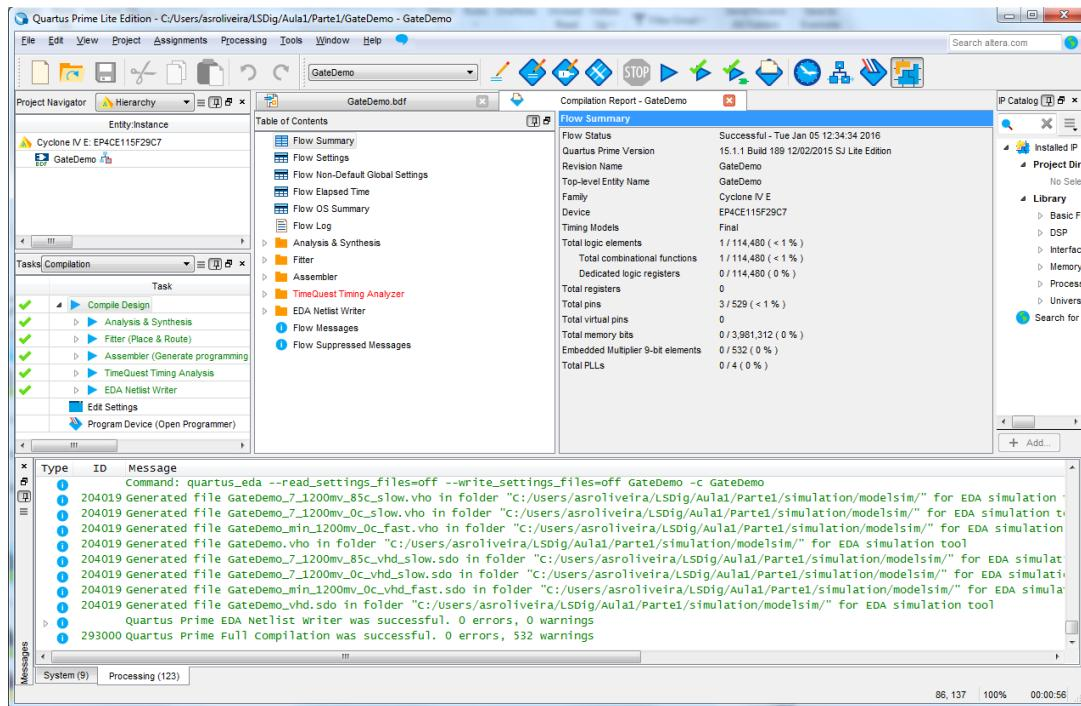

Figura 24 – “Quartus Prime” IDE após compilação (implementação) completa do projeto.
**16.** Efetue a síntese e implementação do projeto através do comando “*Compile Design*”. No final da compilação o IDE deve apresentar o aspetto da Figura 24.